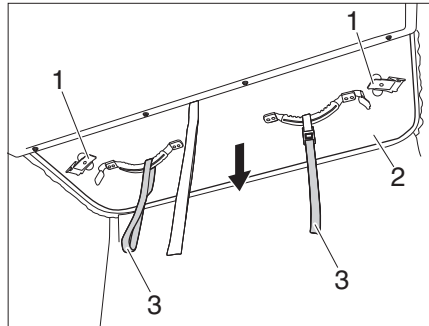
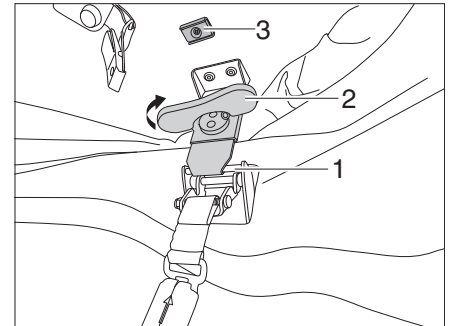

Bild 52 Aufstelldach nach unten ziehen
Bild 53 Verriegelung spannen
- ▷ Darauf achten, dass die Verschlusshebel (Bild 52,1) oben am Magnet fixiert sind.
- Prüfen, ob die Verriegelungen durch die Magneten (Bild 53,3) fixiert sind.
- Aufstelldach (Bild 52,2) an den Ziehvorrichtungen (Bild 52,3) nach unten ziehen.
- Verschlusshebel (Bild 52,1) vom Magnet (Bild 53,3) lösen und in die Rastung (Bild 53,1) einhängen.
- Drehgriff (Bild 53,2) der Verriegelung im Uhrzeigersinn drehen, bis die Verriegelung fixiert ist.
- Drehgriff (Bild 53,2) nach oben klappen.